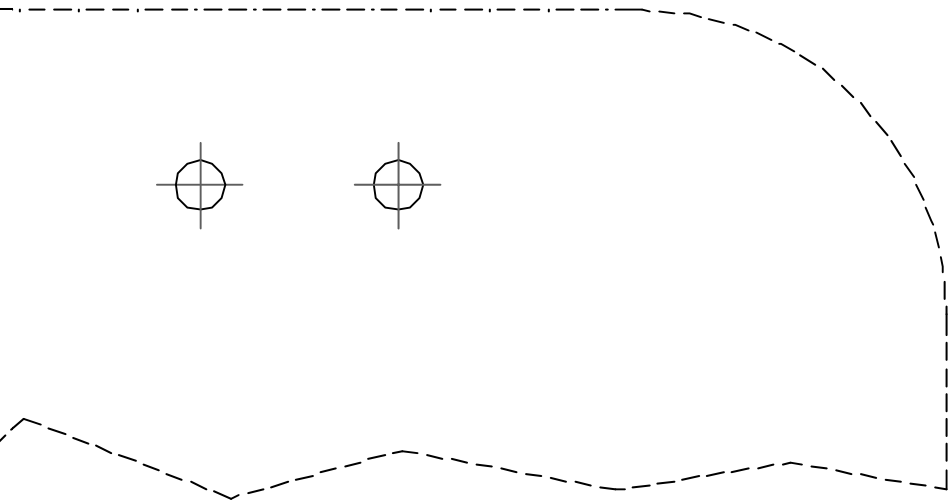

**FIG. 1**
22. Insert the parts C39 and tighten completely (fig. 1).
23. Reassemble the first tread (L19 or L20) and fix on the floor, in relation to the first baluster (C12), the part F01, by drilling with a D. 8 mm ( $\frac{5}{16}$ " ) tip. Use the parts B11, B12, B83 and B02 (fig. 1).
24. Insert the baluster (C12) and tighten the part B02 (fig. 1).
3. Hallar la posición donde fijar el soporte N19 (fig. 1) teniendo en cuenta dos puntos:
5. Ensamblar sobre el pavimento, con desarrollo rectilíneo, los soportes N19, N18, N17 y N16 teniendo en cuenta la altura anteriormente calculada. Utilizar los elementos C15, B71 y B75 (fig. 1). Apretar suficientemente, teniendo en cuenta que los soportes N19, N18, N17 y N16 deben de girar para las configuraciones B, C y D.
7. Fijar definitivamente el soporte N19, utilizando el elemento C39 (fig. 1).
11. Ensamblar y fijar los elementos F23 utilizando los elementos C14, B83, B86, C13, B02 (fig.1)
13. Fijar definitivamente los peldaños (L19 y L20) partiendo desde abajo (N16) hasta el soporte N19, utilizando los elementos C40 (fig. 1).
- c. Apretar los elementos C15 definitivamente (fig. 1).
16. Ensamblar los elementos C28 utilizando los elementos C13, B02 e introducirlos en los barrotes (C12) (fig. 1).
19. Apretar definitivamente el elemento C28, utilizando el elemento B02 (fig. 1). Para una correcta
20. Verificar la verticalidad de toda la escalera y si fuera necesario, corregirla desplazando el soporte N16 (fig. 1).
21. Desmontar el primer peldaño (L19 o L20) y taladrar el pavimento con una broca de  $\varnothing$  14 mm ( $\frac{3}{8}$ "") en la situación de los orificios presentes en el soporte N16 (fig. 1).
22. Introducir los elementos C39 y apretar definitivamente (fig. 1)
24. Introducir el barrote (C12) y apretar el elemento B02 (fig. 1).